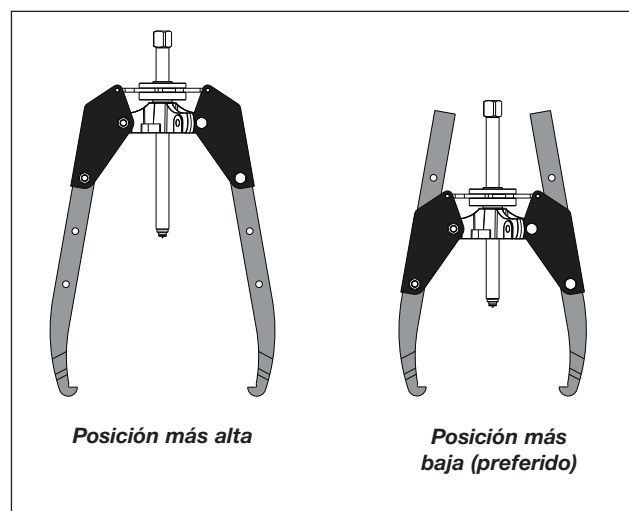

Figura 5, Posiciones de montaje de las mordazas (normal)
- Monte cada mordaza utilizando los orificios de montaje más bajos permitidos de la aplicación que se esté realizando. Esto reducirá el grado de deformación de la mordaza y de la varilla de ajuste en caso de que se aplique una fuerza importante. Véase figura 5.